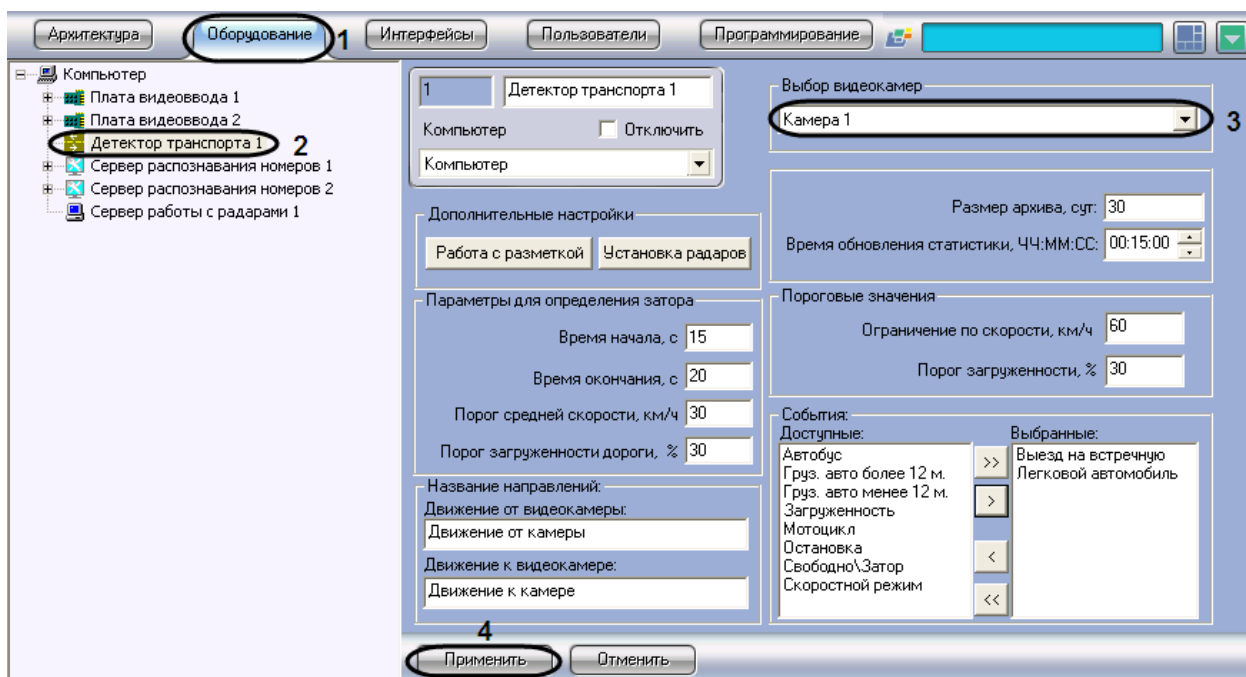

Рис. 7.4—1. Выбор объекта «Камера» для совместной работы с программным модулем «Детектор транспорта»
1. В диалоговом окне «Настройка системы» перейти на вкладку «Оборудование» (см. Рис. 7.4—1, 1).
- В дереве объектов на вкладке «Оборудование» выбрать объект «Детектор транспорта», соответствующий настраиваемому программному модулю «Детектор транспорта» (см. Рис. 7.4—1, 2). В правой части вкладки «Оборудование» отобразится панель настройки выбранного объекта.
- Выбрать видеокамеру из списка всех объектов «Выбор видеокамер» в системе (см. Рис. 7.4—1, 3).
- Нажать кнопку «Применить» (см. Рис. 7.4—1, 4).